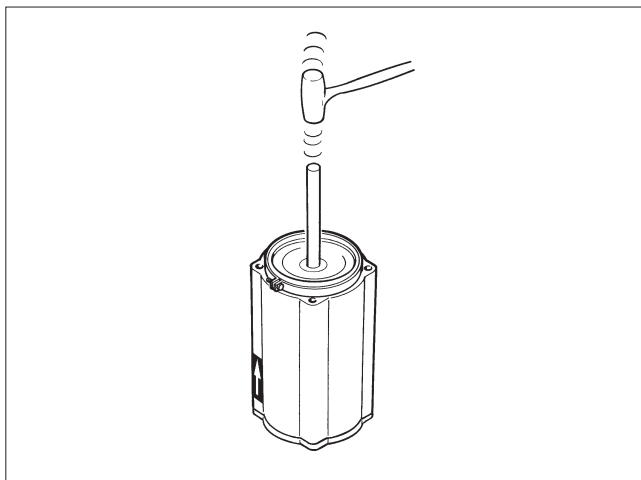

Abb. 19 Einsetzen des Kolbens in den Zylinder
- Hämmern Sie oder drücken Sie den Kolben durch den Spannring in den Zylinder. Beachten Sie die Pfeilrichtung. Siehe Abb. 19.
- Bauen Sie neue Zylinderboden-O-Ringe (19) ein. Ersetzen Sie den Zylinder mit Kolben.
- Tragen Sie Dichtmittel (z. B. Loctite 225) auf das Gewinde der Schraube der Lagereinheit (29) auf und ziehen Sie die Schraube wie in Tabelle 2 beschrieben an, bevor Sie die Lagereinheit auf den Zylinderboden montieren.